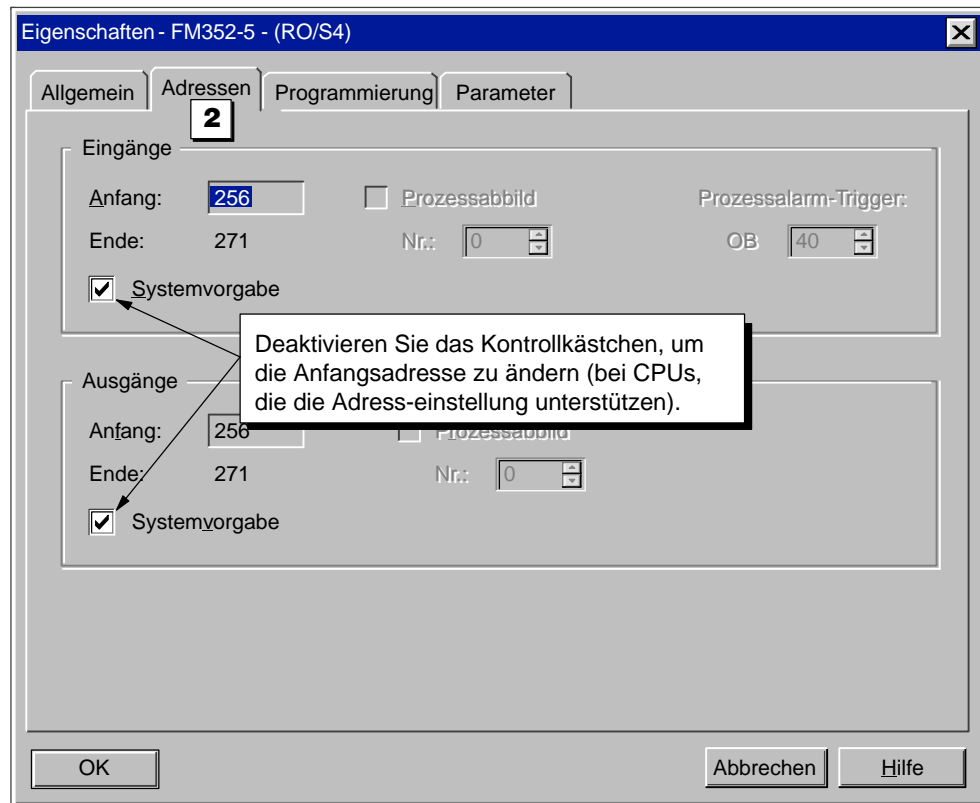

Bild 4-4 Dialogfeld "Eigenschaften FM 352-5", Register "Adressen"
- 2 Im Register "Adressen" werden die vom System eingestellten Adresszuweisungen für die Eingänge und Ausgänge angezeigt (siehe Bild 4-4). Sie können diese Adressen ändern, indem Sie das Kontrollkästchen "Systemvorgabe" deaktivieren. Dann kann das Feld "Anfang" bearbeitet werden.